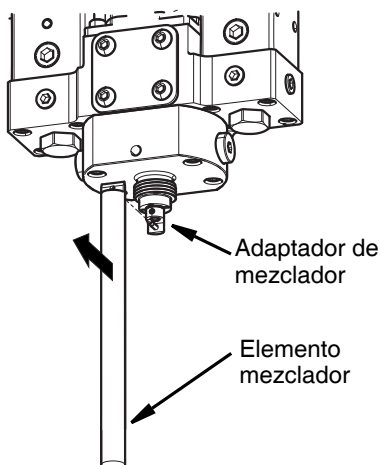

FIG. 22
6. Retire el elemento mezclador del adaptador del mezclador. Ver FIG. 22.